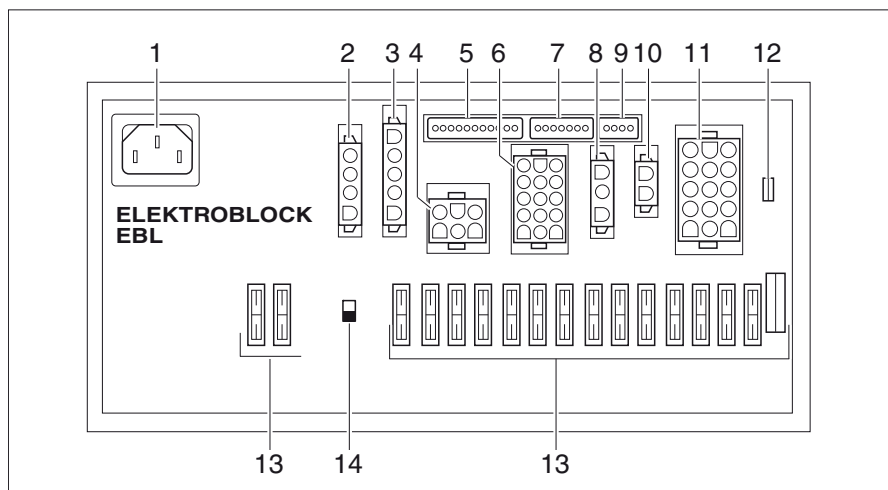

Bild 256 El-block (EBL 102)
Beroende på modell är el-blocket (Bild 256) monterat i stolkonsolen under förarstolen eller i området vid garaget resp. barsittgruppen (Globeline).
- ▷ Batteribrytaren (Bild 256,14) skiljer alla förbrukare som är anslutna på el-blocket från 12 V-nätet.